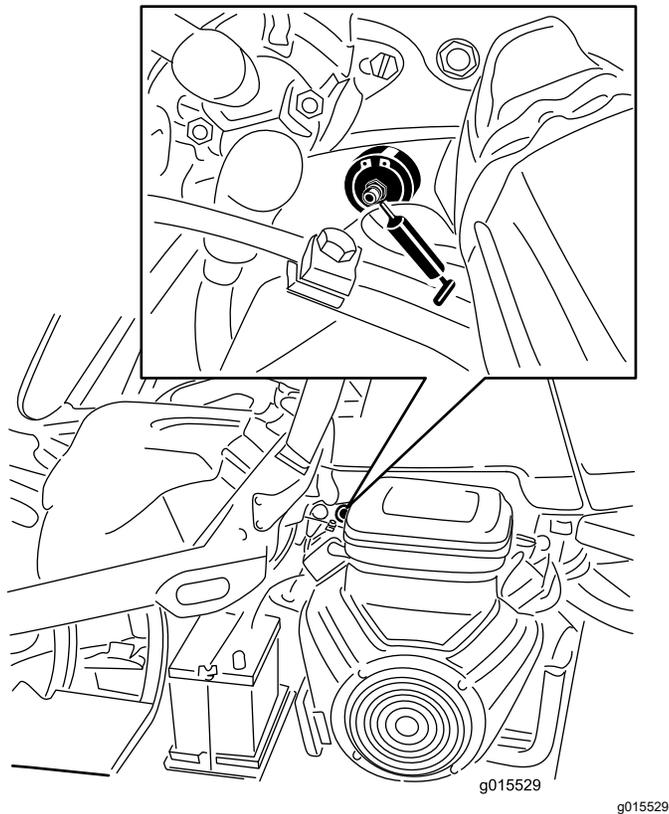

图 30
1. 擦干净黄油嘴这样就不会导致异物进入轴承或轴套中图 30。